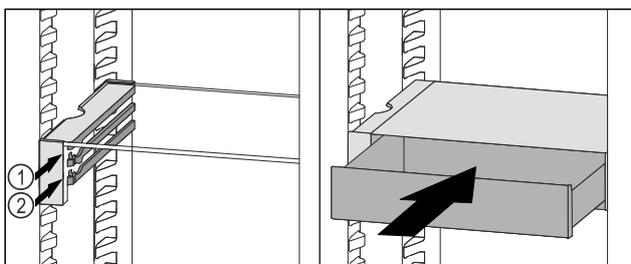

Fig. 90
- ▶ Stavite ladicu VarioSafe ukoso iza zaustavljača na željeni žlijeb *Fig. 90 (1)* ili *Fig. 90 (2)*.